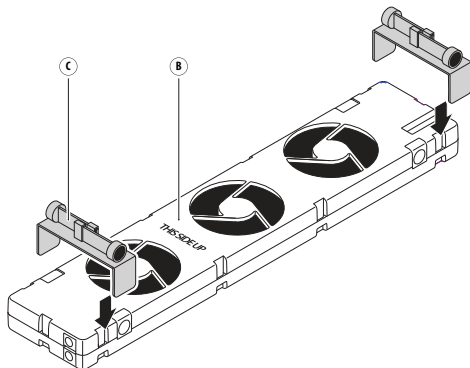

Afb. 4 - Aansluiten van meerdere SpeedComforts (B1).
6. Voor lange radiatoren kunt u extra **SpeedComforts** (B1) koppelen met de **30 cm lange aansluitkabels** (B2) (zie afb. 4). Er kunnen meerdere **SpeedComforts** (B1) (max. 20) op één **voedingsadapter** (A1) worden aangesloten. Extra **temperatuursensoren** (A2) zijn niet nodig.